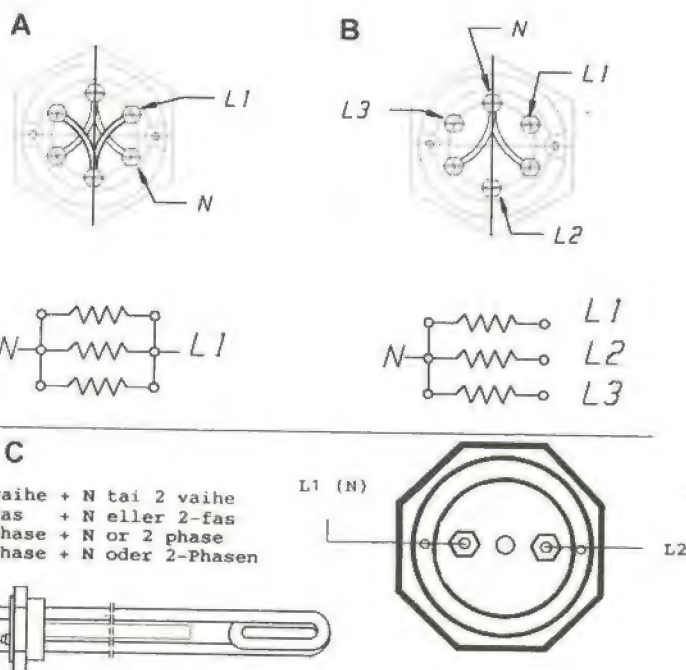

图2 布线图
- 单相电源(图2, A, C)：根据图A(或C, 单加热元件)将电源电缆接到端子L1和N上。将地线接到接线盒基座上的接线端子上。
- 三相电源(图2, B)：拆去褐色导线，将电源电缆的相线与端子L1, L2和L3相连。如果有地线把地线接到接线盒基座上的接地端子上。